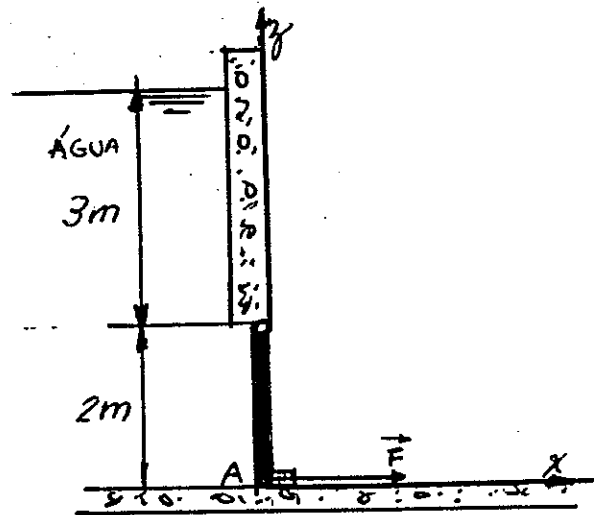

Fig. 10.2.5
10.2.5 - Uma represa de água ($\gamma = 10 \text{ kN/m}^3$), conforme Fig. 10.2.5, possui uma comporta quadrada vertical. Calcular